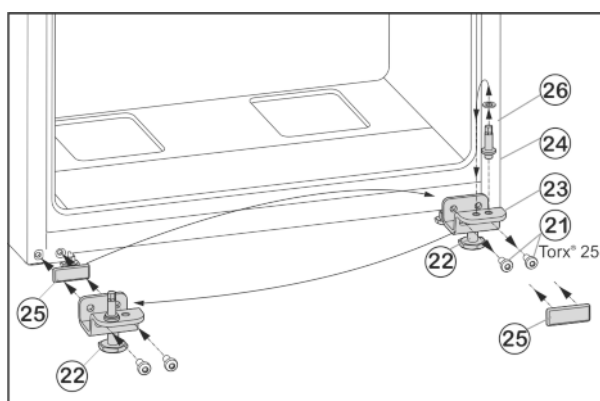

Fig. 7
- ▶ Desserrer les vis de fixation Fig. 7 (21).
- ▶ Retirer l'ensemble du support de palier inférieur Fig. 7 (23) avec le boulon de palier Fig. 7 (24), la rondelle Fig. 7 (26) et le pied de réglage Fig. 7 (22).
- ▶ Dévisser l'ensemble du boulon de palier Fig. 7 (24) avec la rondelle Fig. 7 (26), déplacer le tout dans le trou de préhension du côté opposé du support de palier et revisser fermement.
- ▶ Retirer avec précaution la plaque de recouvrement Fig. 7 (25) et la déplacer du côté opposé.
- ▶ Revisser l'ensemble du support de palier inférieur Fig. 7 (23) avec le boulon de palier Fig. 7 (24), la rondelle Fig. 7 (26) et le pied de réglage Fig. 7 (22) du côté de la nouvelle charnière, au besoin à l'aide d'une visseuse sans fil (**en appliquant un couple de 4 Nm**).
- ▶ Placer la porte inférieure depuis le haut sur le boulon Fig. 7 (24).
- ▶ Remettre en place le support de palier du milieu (13) à 180° dans la porte inférieure et la visser solidement à l'aide des vis de fixation (11)(2 fois Torx® 25) sur le nouveau côté de la charnière (**avec 4 Nm**).
- ▶ Remettre en place la rondelle de plastique (10).
- ▶ Dévisser le pied de réglage Fig. 7 (22) au niveau du support de palier inférieur Fig. 7 (23) jusqu'à ce qu'il repose au sol.